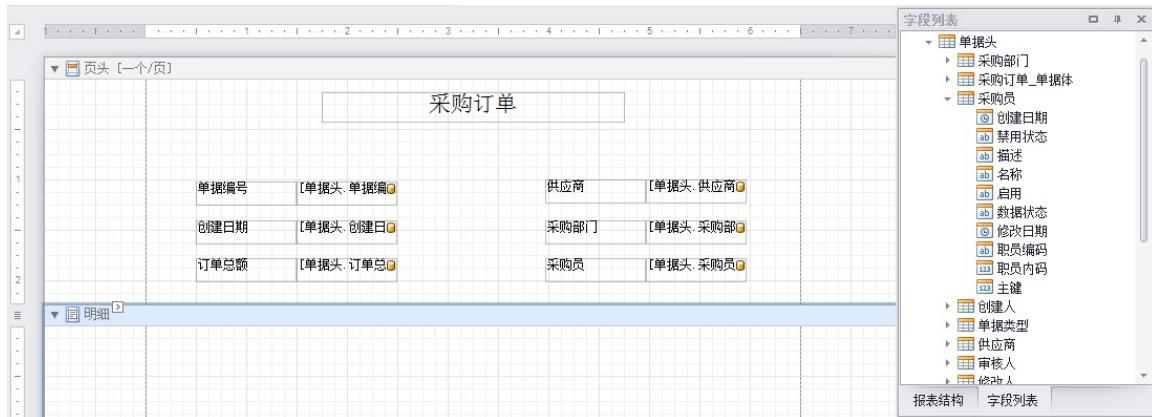

图 7-1-5 页头字段数据源设计
- 5、设置报表页头信息，将右侧字段列表内的数据源，如供应商、单据编号等拖放至页头设计区，并根据需要进行名称编辑，如图7-1-5所示。